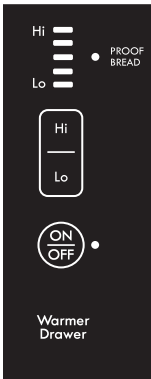

Figura 37: Control del cajón calentador con varios ajustes de temperatura
- 1. Oprima la tecla **"warmer drawer"** (cajón calentador). (Figura 37) La luz indicadora del cajón calentador se encenderá.